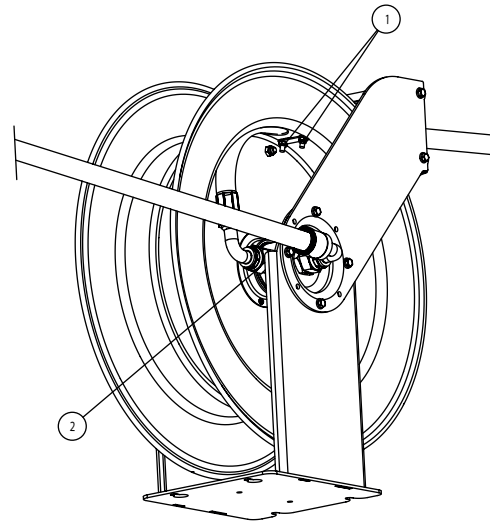

FIG. 4
2. Remove the U-bolt by loosening its nuts (1) and disconnect the hose from the swivel (2) (fig. 4).
2. Retire el abarcón aflojando sus tuercas (1) y desconecte la manguera de la rótula (2) (fig. 4).
2. Retirez les boulons en U en desserrant leurs écrous (1) et débranchez le flexible de la rotule pivotante (2) (fig. 4).
2. Entfernen Sie den Bolzen, indem sie die Muttern (1), mit denen er befestigt ist, lösen, und trennen Sie den Schlauch mittels zweier Schlüssel vom Anschlussgelenk (2) (Abb. 4).